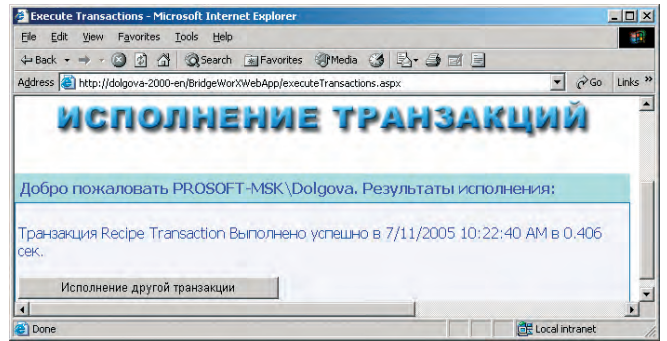
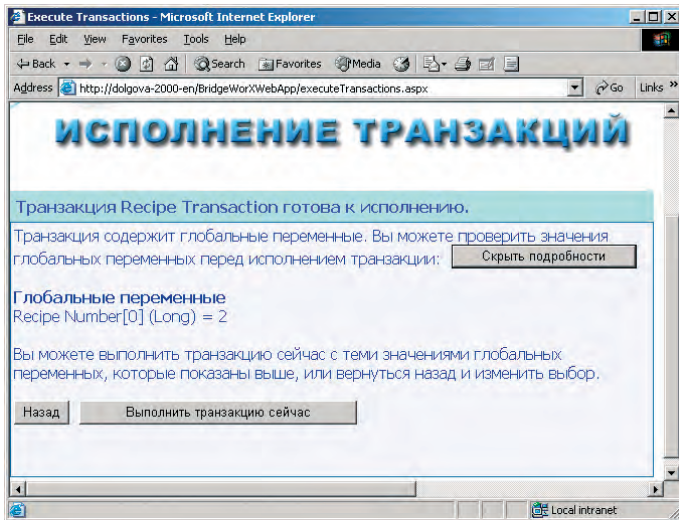

Рис. 67. Результат исполнения транзакции
Рис. 66. Запуск транзакции
5. На экран будет выведено информационное окно, показанное на рис. 66. Нажмите кнопку **Выполнить транзакцию сейчас**. После этого появится окно с сообщением о результатах исполнения транзакции (рис. 67)